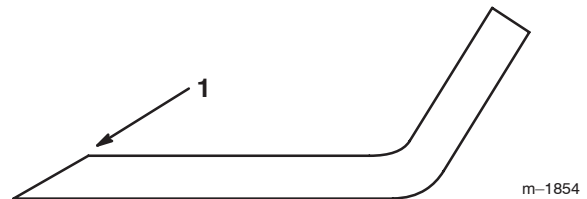

Figure 35
1. Au moyen d'une lime, aiguissez les tranchants aux deux extrémités de la lame (Fig. 35) en veillant à conserver l'angle de coupe d'origine. Limez la même quantité de métal sur chacun des deux tranchants pour ne pas déséquilibrer la lame.